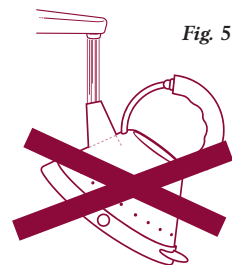

Fig. 5
- Non riempire il bollitore dal becco (fig. 5).